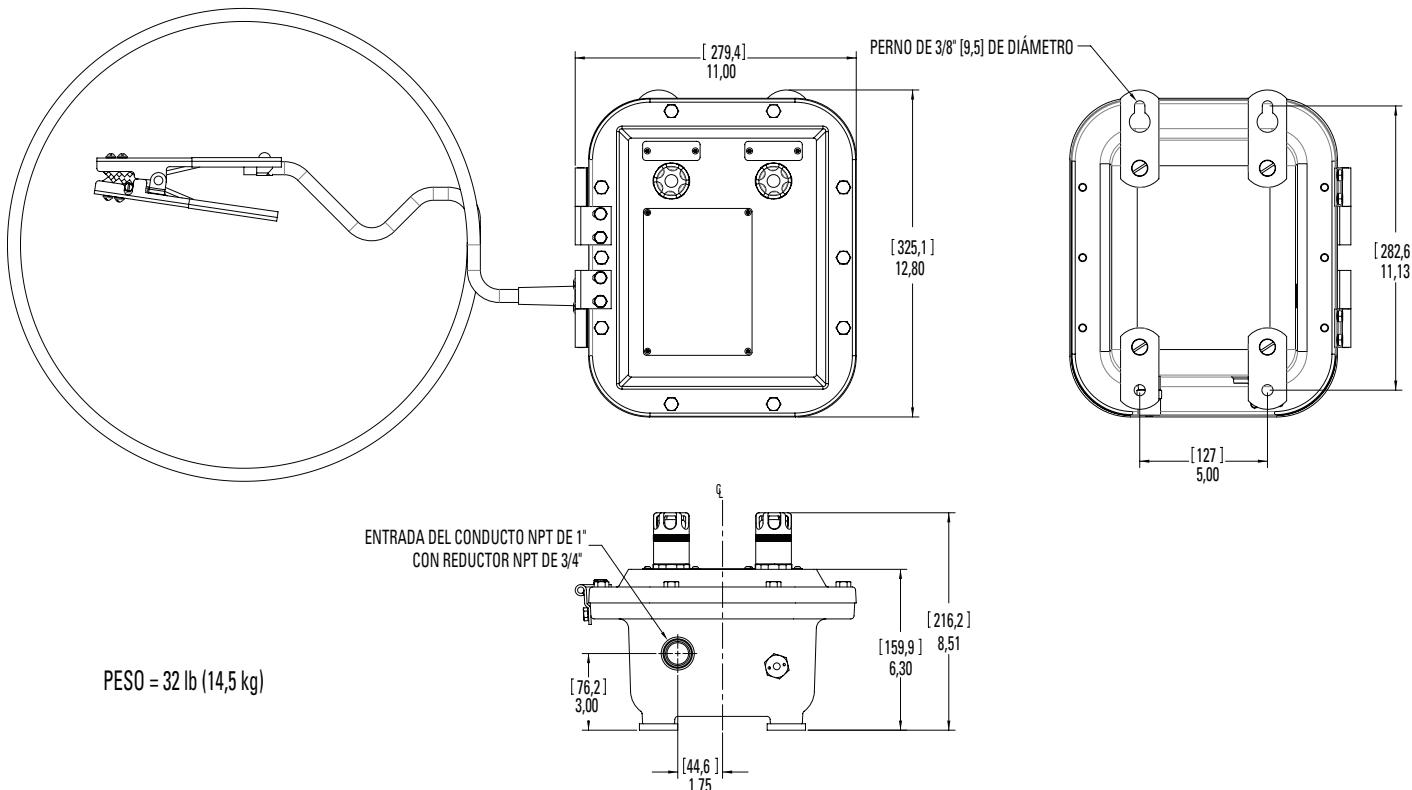

FIGURA 1
1. Seleccione un lugar de montaje que ofrezca la fuerza y la rigidez necesarias para soportar el gabinete, todos los cables que contiene y los dispositivos de control. La Figura 1 muestra las dimensiones de montaje.